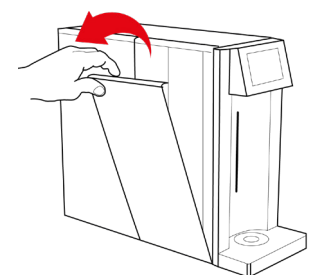

Fig. 1-13
19.2 – Mantenere l'apparecchio verticale con una mano e con l'altra tirare il pannello laterale sinistro della macchina verso l'esterno fino a completa estrazione, vedi Fig 1.13